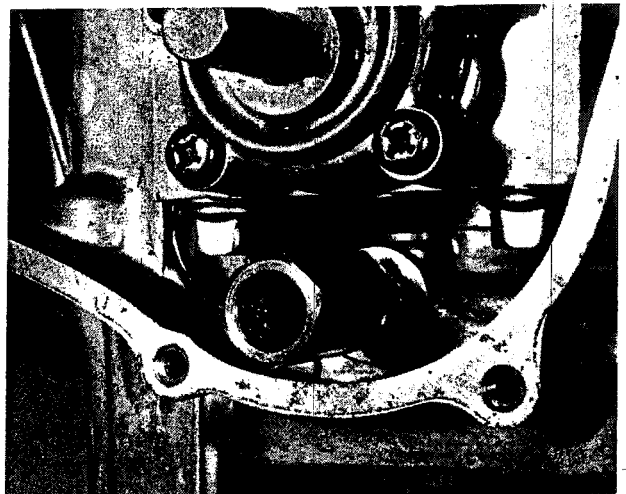

Bild 200
- Das Überdruckventil sollte periodisch ausgebaut und auf richtige Funktion geprüft werden. Das aus einem Sechskantgehäuse mit Kolben und Feder bestehende Ventil ist unterhalb der Ölpumpe in das Kurbelgehäuse eingeschraubt (Bild 200).